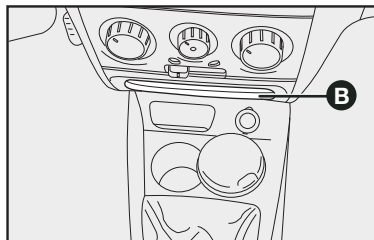

fig. 89
- en la parte central del tablero **B-fig. 89**;